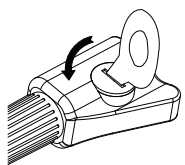

Fig.1
---Ruotare il coperchio della batteria in senso antiorario con la chiave 1 (fig.1), quindi rimuoverlo.